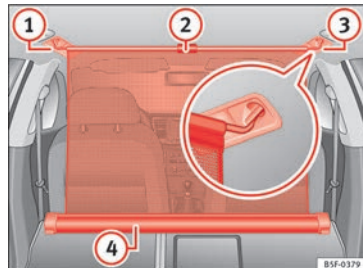

Abb. 127 Im Gepäckraum: eingehängte Netztrennwand bei vorgeklappter Rücksitzlehne.
- Ziehen Sie die Lasche »» **Abb. 127** ② nach oben, um das Netz aus dem Einsatz »» **Abb. 127** ④ zu nehmen.
- Hängen Sie die Netztrennwand an der rechten Seite »» **Abb. 127** ③ (vergrößerte Darstellung) ein.
- Haken Sie das Trennwandnetz in die Aufnahme auf der linken Seite ein »» **Abb. 127** ①, indem Sie an der Stange ziehen.
Das Trennwandnetz ist richtig eingebaut, wenn äußeren Enden in T-Form fest in den entsprechenden Aufnahmen »» **Abb. 127** ③ und ① aufgenommen sind.
- Rollen Sie die Netztrennwand in den Einsatz »» **Abb. 127** ④ ein, indem Sie sie mit der Hand nach unten ziehen.